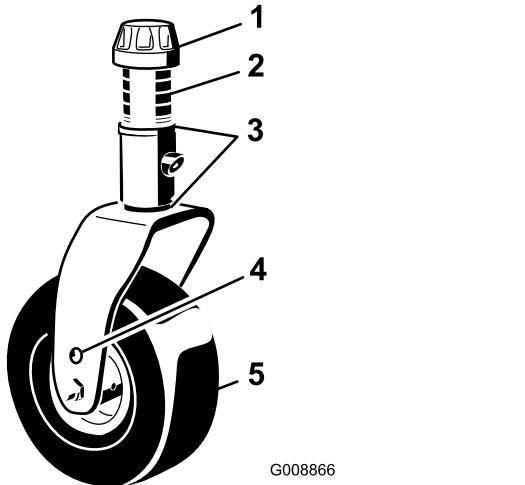
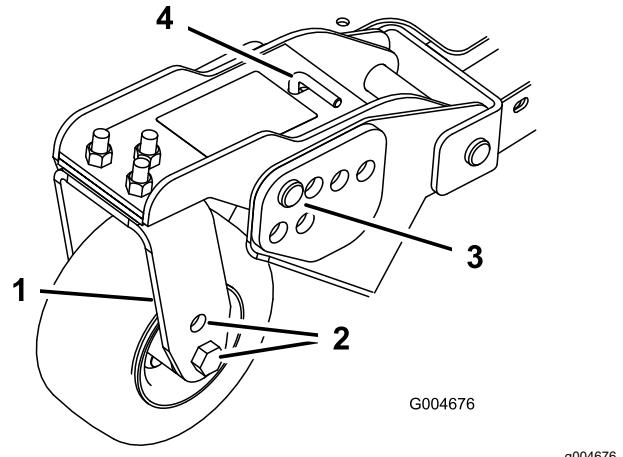
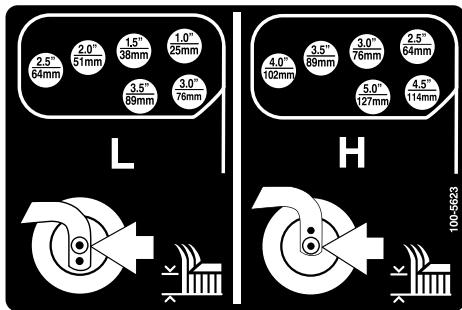

Figura 21
Figura 23
Figura 24
- Coloque los ejes de las ruedas giratorias en el mismo orificio en todas las horquillas (Figura 21 y Figura 23).
- Retire el casquillo tensor del husillo y deslice el husillo fuera del brazo de la rueda giratoria (Figura 21).
- Retire la chaveta y los pasadores de los brazos de pivote de las ruedas giratorias (Figura 23).
- Gire la varilla tensora para elevar o bajar el brazo de pivote hasta que los orificios estén alineados con los orificios seleccionados del soporte de ajuste de la altura de corte en el bastidor de la carcasa de corte (Figura 23 y Figura 24).